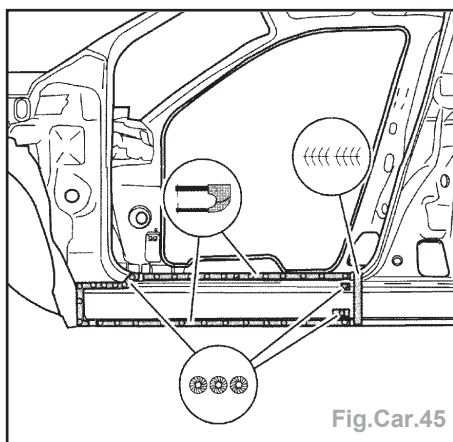

Fig.Car.45
- Souder par soudure discontinue sous atmosphère gazeuse l'assemblage, ensuite meuler et étamer l'assemblage (Fig.Car.45).